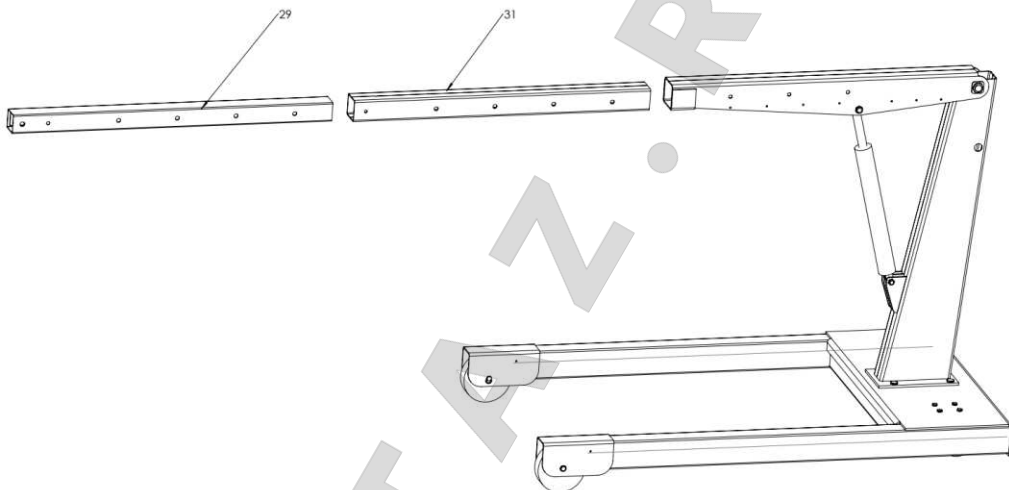

Рисунок 11.
Установите стрелу 2 (31) внутрь стрелы 1, установите стрелу 3 (29) внутрь стрелы 2. См. рис. 11.